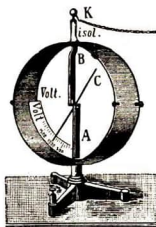

Abb. 300. Braunschweigisches Elektrometer
4. **Elektrische Spannung.** Spreizt sich das Doppelpendel stärker, so sagt man, die elektrische Spannung sei nun größer geworden. Um die elektrische Spannung durch Maßzahlen angeben zu können, ist hinter dem Pendel eine Skala angebracht, die nach „Volt“ geeicht ist. Ein nach Volt geeichtes Elektroskop heißt ein Elektrometer (Abb. 300).